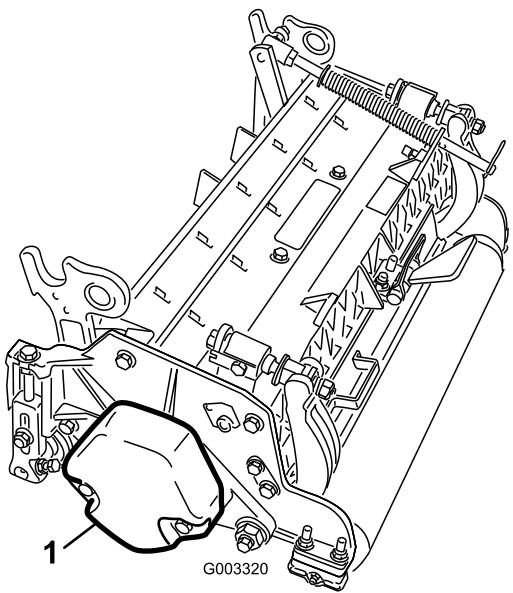

図 4
- カウンタウェイト(図4)を、決められている側に取り付けるカッティングユニットのオペレーターズマニュアルを参照。